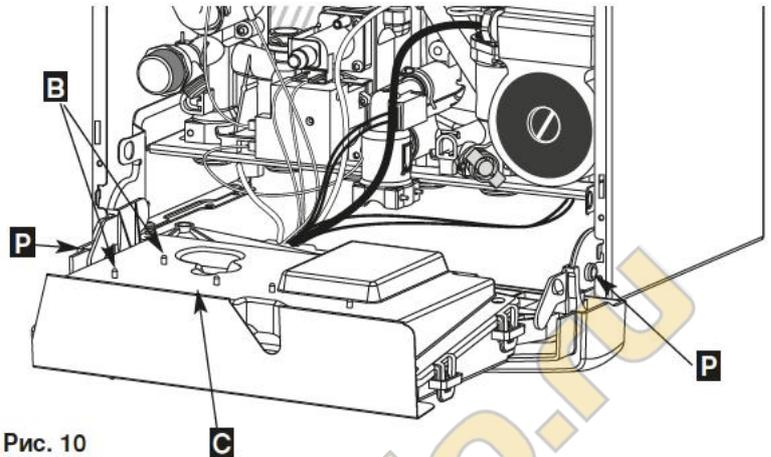

Рис. 10
- Отверните винты B и снимите крышку C (рис. 10)
Выключите электропитание водонагревателя, снимите кожух, откройте блок, нажав на два фиксатора **P** (рис. 10): органы регулировок находятся на электронной плате за заглушкой **E** (рис. 11).